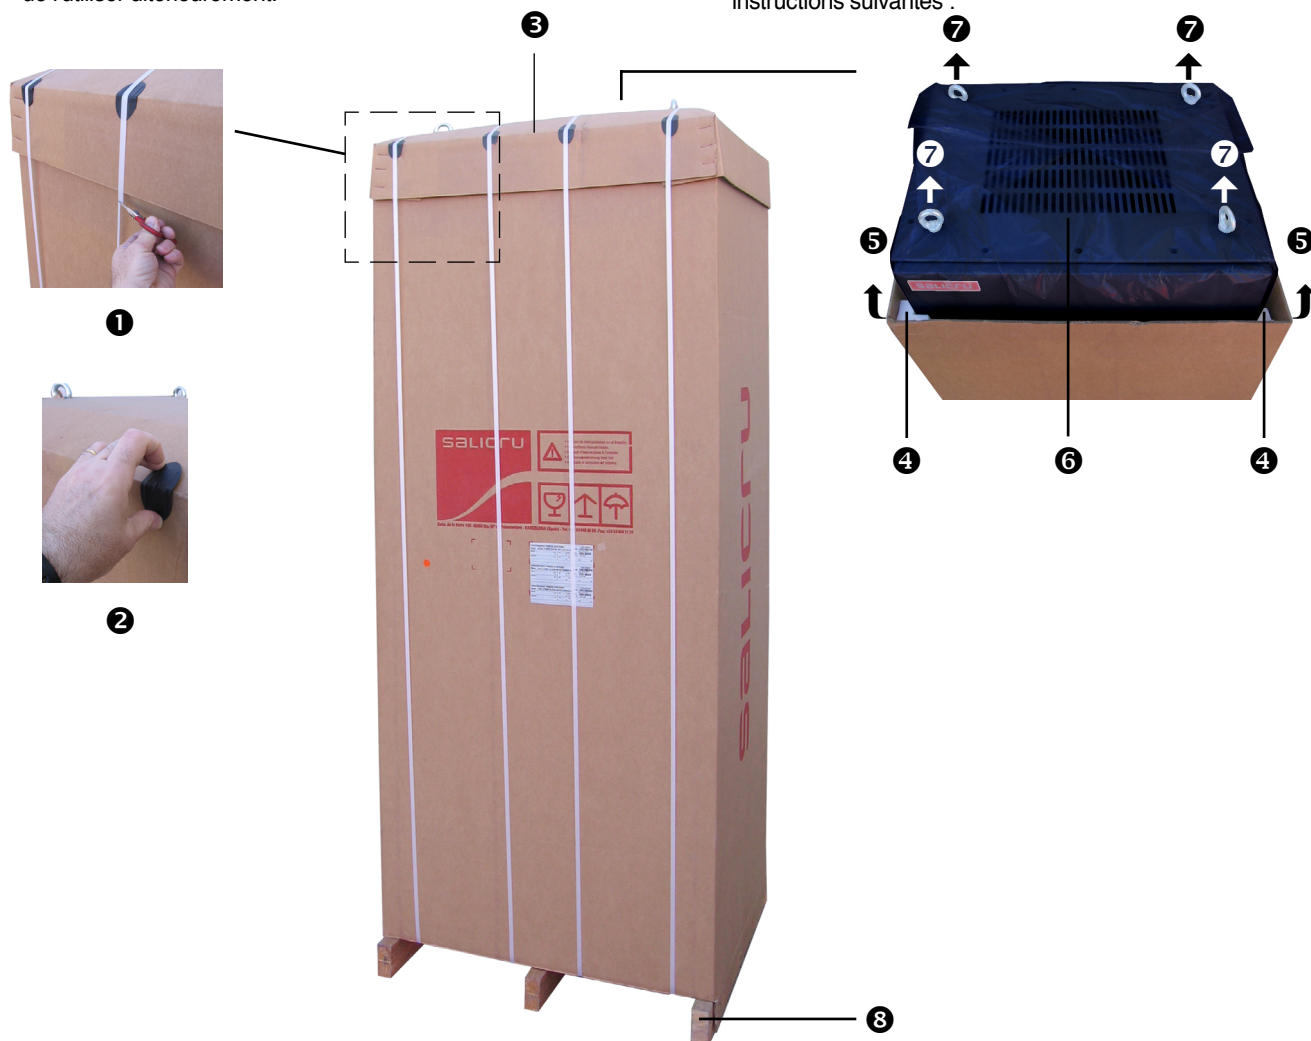

Fig. 11. Procédure de désemballage.
- Pour désemballer l'équipement, veuillez suivre les instructions de la figure 11.
- Coupez les feuilards en polyester « ① », puis retirez les protèges-coins « ② ».
- Retirez la protection supérieure « ③ ».
- Retirez les quatre protèges-coins « ④ ».
- Retirez l'enveloppe de protection en carton « ⑤ » de l'emballage. Pour retirer l'enveloppe, soulevez-la entièrement et retirez-la par le haut.
- L'équipement restera désemballé sur la palette, recouvert de sa housse en plastique « ⑥ ». Retirez la housse en plastique en tirez dessus depuis le haut.